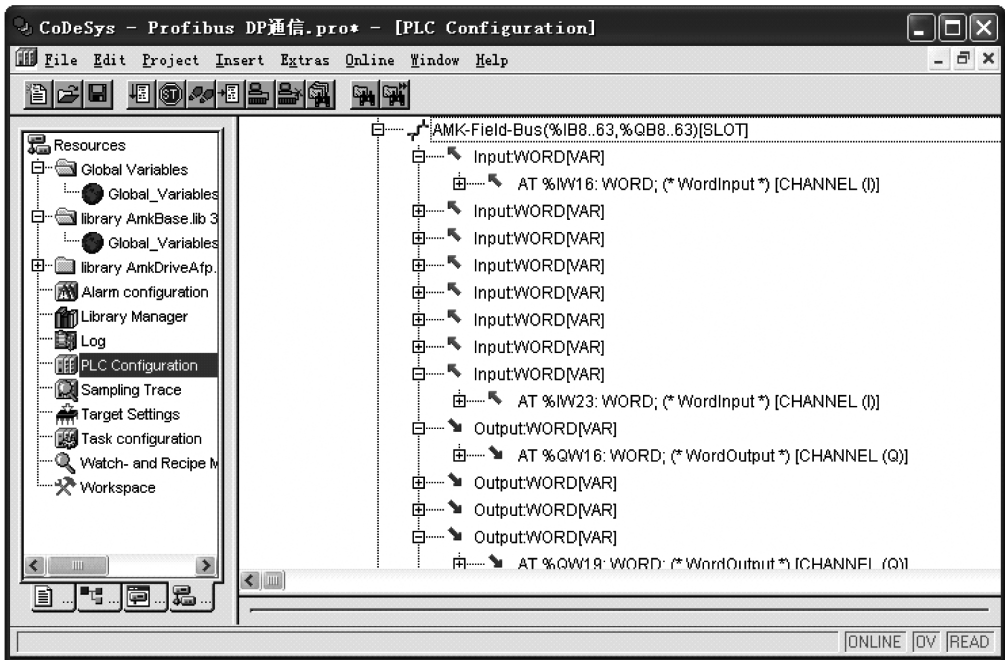

图 5-33 S7-300PLC 与 AMK 伺服的普通 I/O 方式通信
11) 在“PLC Configuration”中配置普通 I/O 通信方式的地址通道，这种方式不需编程，配置相应通信地址即可完成通信，最多只能完成 16 个字节的通信，如图 5-33 所示。其地址必须配置成 byte32 ~ byte47，输入与输出一样。